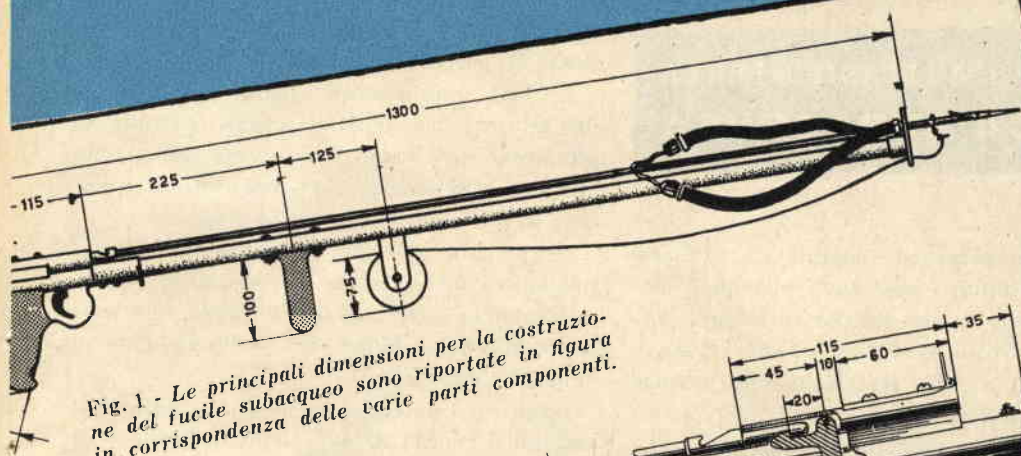

Fig. 1 - Le principali dimensioni per la costruzione del fucile subacqueo sono riportate in figura in corrispondenza delle varie parti componenti.
*Fig.1 - Ecco come si presenta, a montaggio ultimato, l'apparato interfono che viene manovrato da chi sta in emersione. Sul pannello frontale sono sistemati il comando di volume, il commutatore per le posizioni parlo-ascolto (P-A), l'interruttore e la presa per il microfono. Sul fianco destro dell'apparecchio vi è la presa per il collegamento con il pescatore subacqueo.*